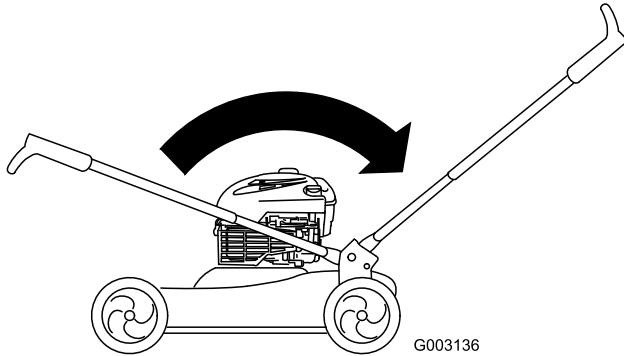

Figure 6
3. Gire el manillar hacia atrás (Figure 6) hasta que encaje en su lugar con un 'clic'.